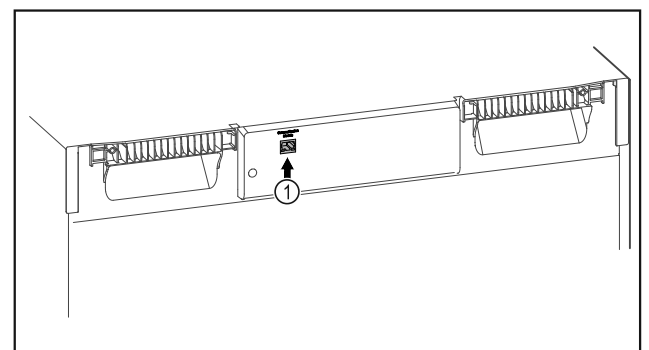

Fig. 140
- SmartModule Fig. 140 (1) ir ievietots.